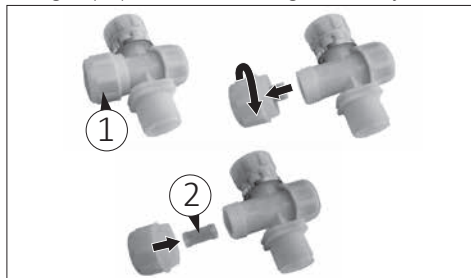

Fig. 23
- 2) Ajungeți la filtrele de apă și deșurubați capacele (1 Fig. 23), așa cum se arată în figura de mai jos:
- 3) Extrageți filtrul cilindric (2 Fig. 23) din interiorul capacului și curățați-l cu grijă cu aer comprimat; în același mod, curățați cutia filtrului.